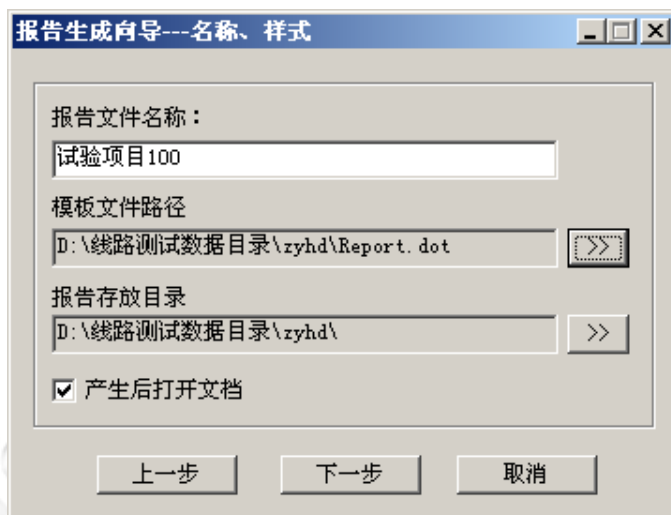

图 4.2.2 设置试验报告信息
- 5、 单击确定，出现图 4.2.2 所示对话框，用户可选择报告文件名和存放目录，并选择报告模板；
7、点击 是(Y)，显示试验报告创建进程条，自动生成所选项目和样本的试验报告。如果用户在图 4.2.2 中选中“产生后打开文档”，则自动打开 Word 格式的试验报告。